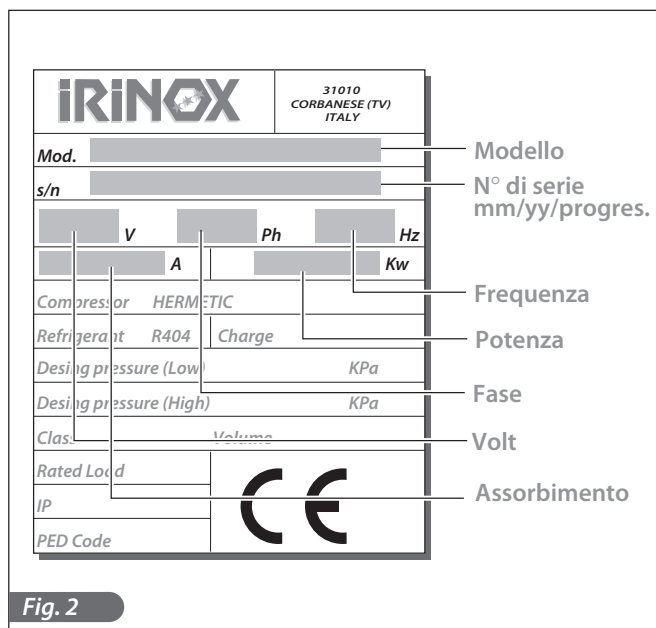

Fig. 2
- La targa recante le caratteristiche dell'apparecchiatura è applicata sul fianco destro del conservatore (fig.2) e sotto il cruscotto.